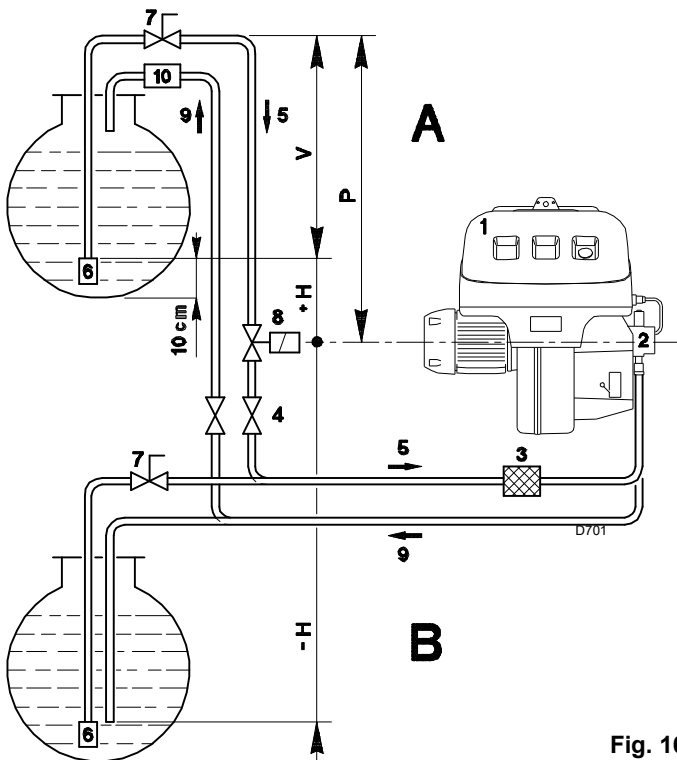

Fig. 16
6.2 Conexiones hidráulicas(Fig. 16)